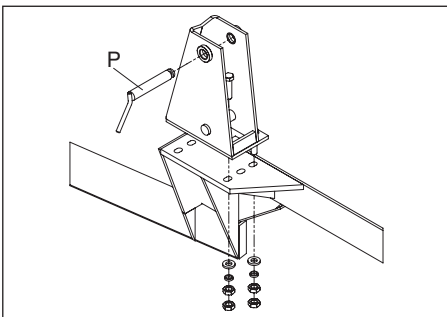

Fig. 16
- acople a estrutura na sapata com o auxílio do comando hidráulico, fixando-a com o pino de acoplamento "P" (Fig. 16);
Obs.: Alguns tratores ainda têm a estrutura do adaptador e a sapata separados conforme Fig. 16.